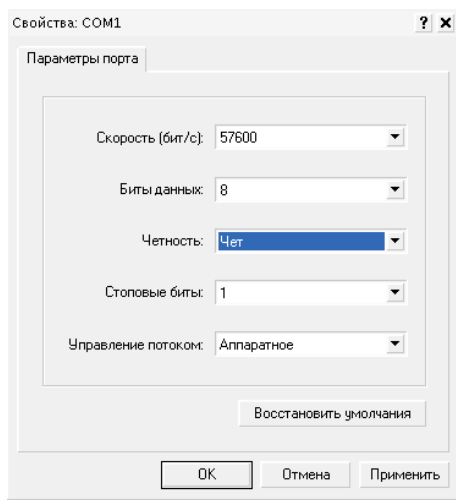

Рисунок 7.3 – Параметры порта
7.3. Настроить параметры используемого последовательного порта. После выбора последовательного порта, например, COM1, программа предлагает установить его параметры (рисунок 7.3).